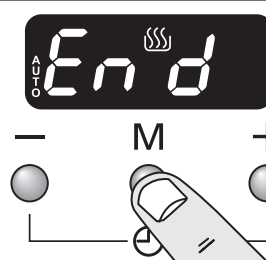

Fig. 4.4
1. Tryck tre gånger på lägesknappen [M], tills displayen blinkar (End) (Fig. 4.4).